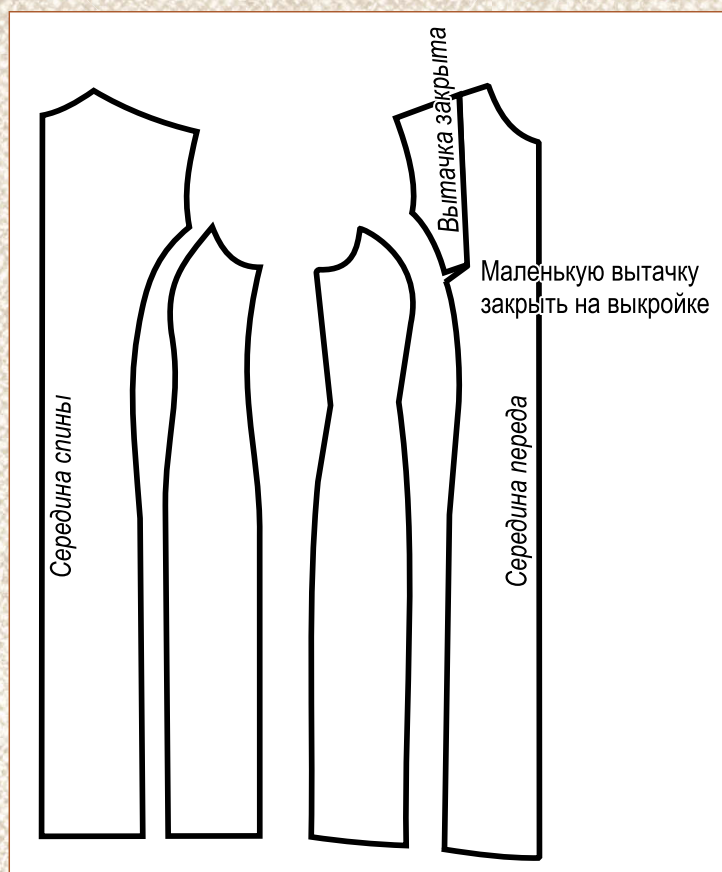

Рис. 147. Детали кроя платья с рельефными швами «принцесса»
6. Маленькую вытачку, которая открылась на передней половине платья в процессе моделирования, можно оставить или закрыть на выкройке (рис. 147). Тогда выкройку следует слегка проутюжить, выровняв.